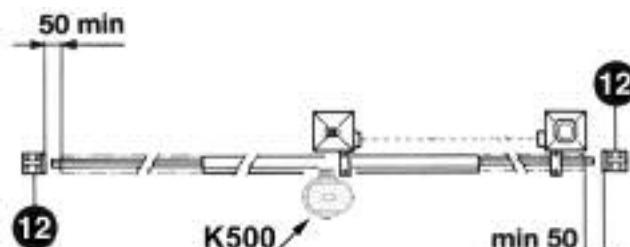

Abb. 2
- Ausser der elektrischen und mechanischen Endschalter, die mit der Steuerung verbunden werden, ist es ratsam einen festen Endanschlagpunkt am Boden zu befestigen. Der im gegebenen Fall einer Fehlfunktion der Elektronik den Antrieb mit seinen kinetischen und statischen Grössen zum halten bringt (12) (Bild 2).
Es ist notwendig, am Ende der Führung zwei mechanische Stopvorrichtungen zu befestigen (12) (Abb. 2).